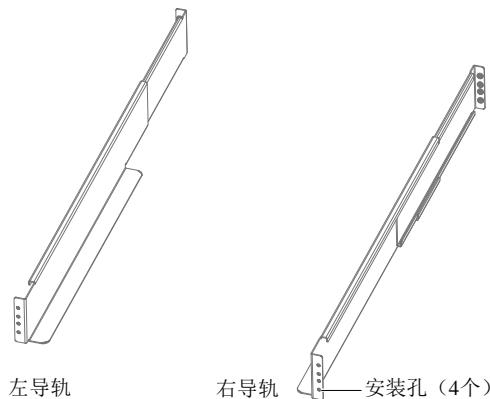

图2-11 导轨外观
1) 从包装箱中取出导轨(左右导轨各一支)、导轨螺钉和面板螺钉,按照图 2-11 区分左右导轨,并分别确认其伸缩功能。
2. 导轨每端都有 4 个安装孔(见图 2-11),固定导轨时不得使用中间两个安装孔;推荐使用最上面和最下面的两个安装孔(由上至下第 1 个安装孔和第 4 个安装孔)。